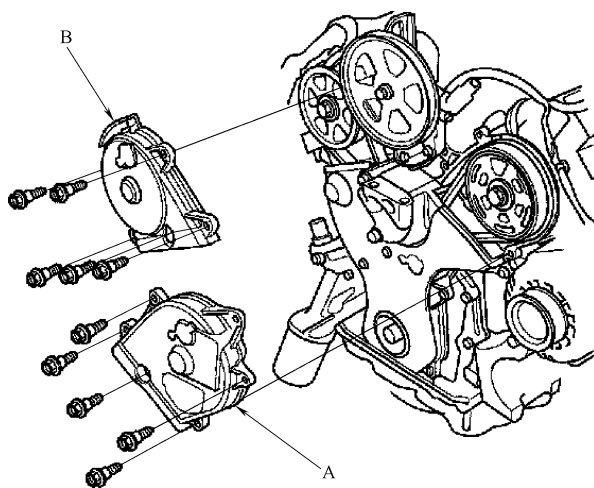

图 23-100 正时带前部上盖 A 和后部上盖 B
7) 拆卸正时带前部上盖 A 和后部上盖 B (图 23-100)。